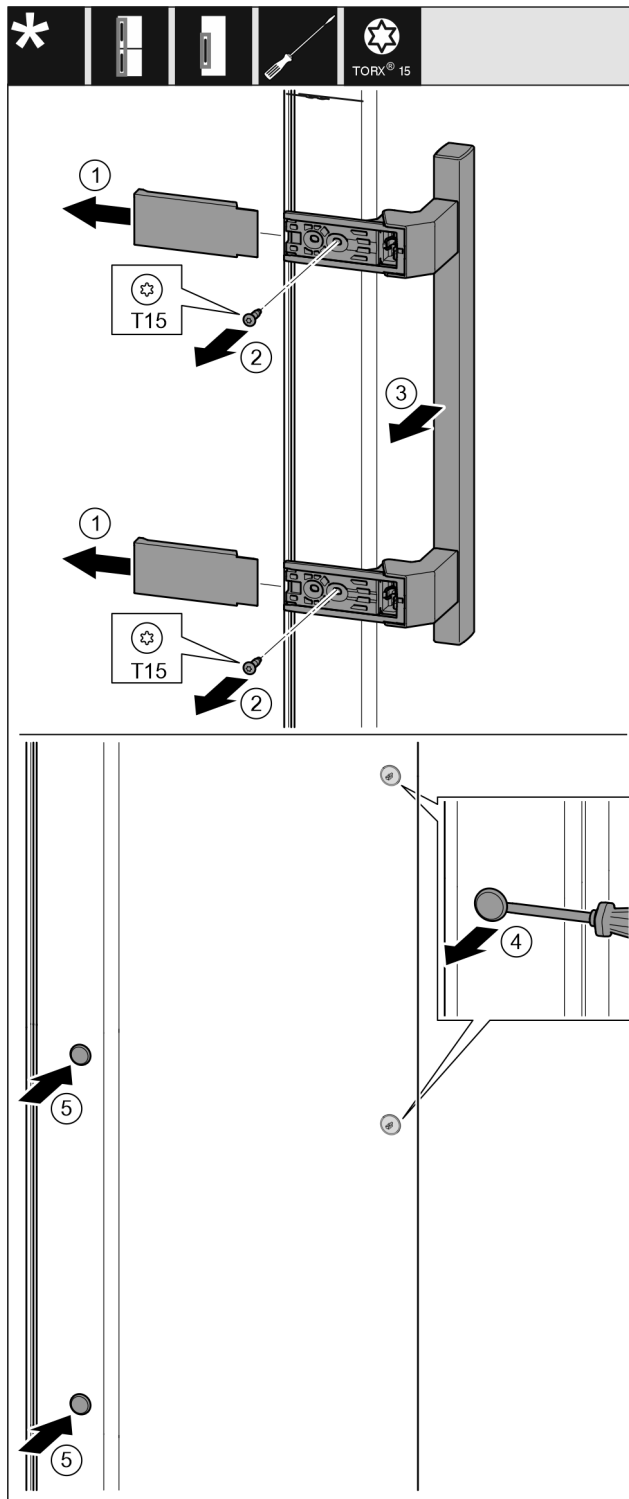

Fig. 19
- ▶ Rimuovere la copertura. Fig. 19 (1)
- ▶ Svitare le viti con il cacciavite T15. Fig. 19 (2)
- ▶ Rimuovere la maniglia. Fig. 19 (3)
- ▶ Con un cacciavite a testa a intaglio sollevare con cautela i tappi laterali ed estrarli. Fig. 19 (4)
- ▶ Inserire nuovamente i tappi sull'altro lato. Fig. 19 (5)